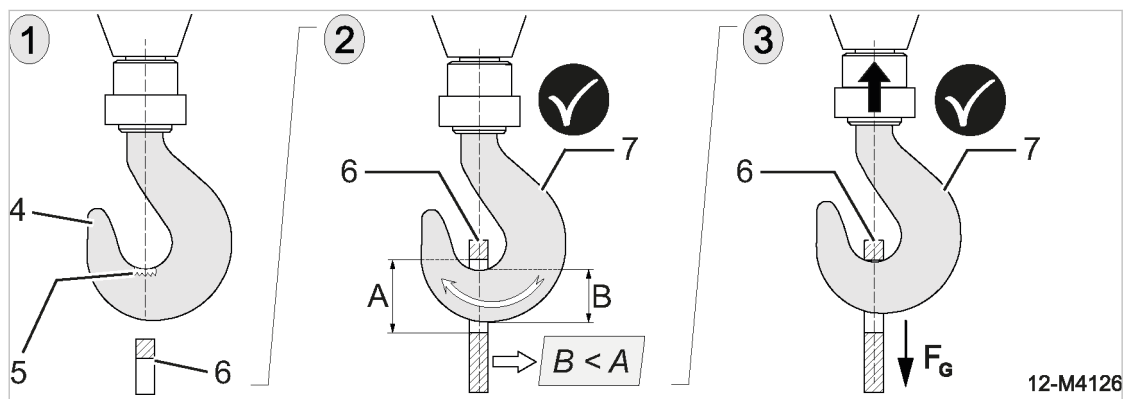

Fig. 61 Enganchar el gancho de grúa correctamente
- Use un gancho de grúa que cumpla el requisito $B < A$; ver ilustración 61, posición ②.
El gancho de grúa está colocado correctamente y vertical, ver ilustración 61, posición ②.
Se cumplen las condiciones para levantar la máquina con grúa; ver ilustración 61, posición ③.